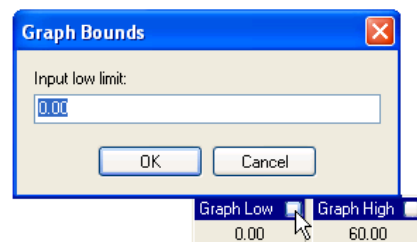

Abbildung 145 Einstellung der Graph-Grenzen
6. Wenn benötigt, klicken Sie in das weiße Rechteck in der entsprechenden Titelzeile von „Graph Tief“ oder „Graph Hoch“ und geben Sie Werte ein. Diese erscheinen mit dem zugehörigen Balkendiagramm (Abbildung 145).